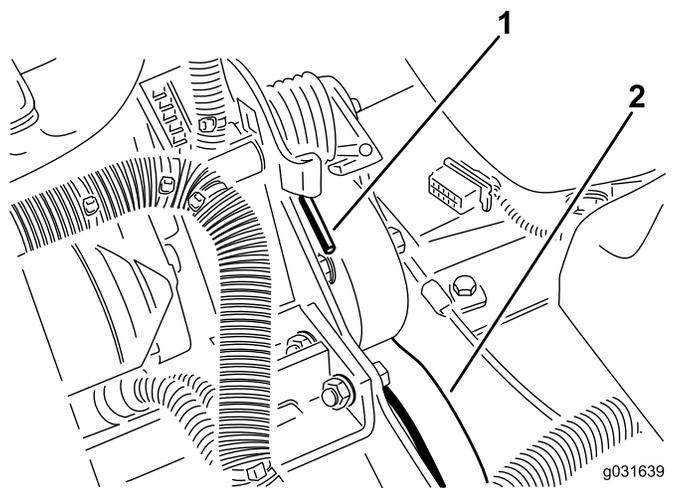

図 61
2. スプリングの端を前側に押し下げてブラケットから外し、スプリングのテンションをなくす 図 61。